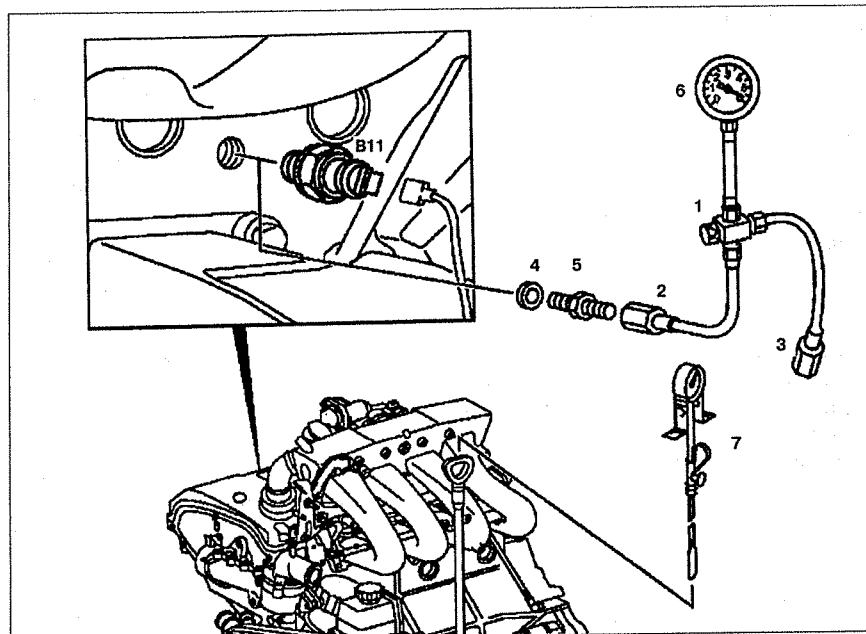

Рис. 2.97. Проверка давления масла: 1. Тройник, 2, 3. Трубка, 4. Стопорное кольцо, 5. Переходник, 6. Манометр, 7. Термометр.
1. Снимите датчик давления масла В11 (см.рис.2.97).